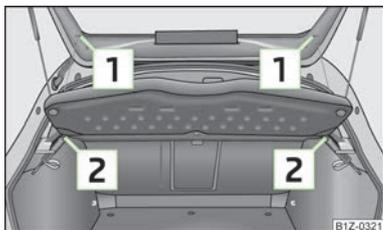

Fig. 55
- Desenganchar las cintas de sujeción **1** » fig. 55.